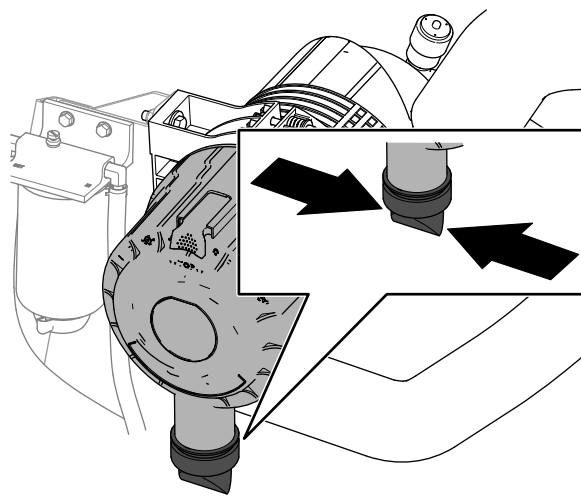

Figure 73
4. Pressez la valve d'éjection des poussières (Figure 73).